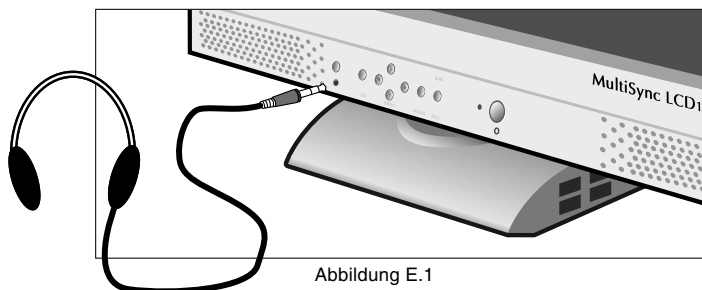

Abbildung E.1
5. Kopfhörer können an die mit „“ markierte Kopfhörerbuchse an der abgeschrägten Vorderkante des Monitors angeschlossen werden (Abbildung E.1). Bei angeschlossenen Kopfhörern wird der Ton von den Lautsprechern unterdrückt. Kopfhörer sind in Elektrofachgeschäften am Ort erhältlich.